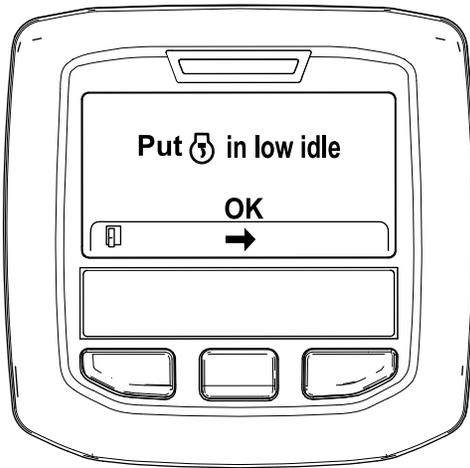

Bild 37
6. Stellen Sie die Gasbedienung in die NIEDRIGE LEERLAUF-Stellung und drücken Sie die mittlere Taste (Bild 37).